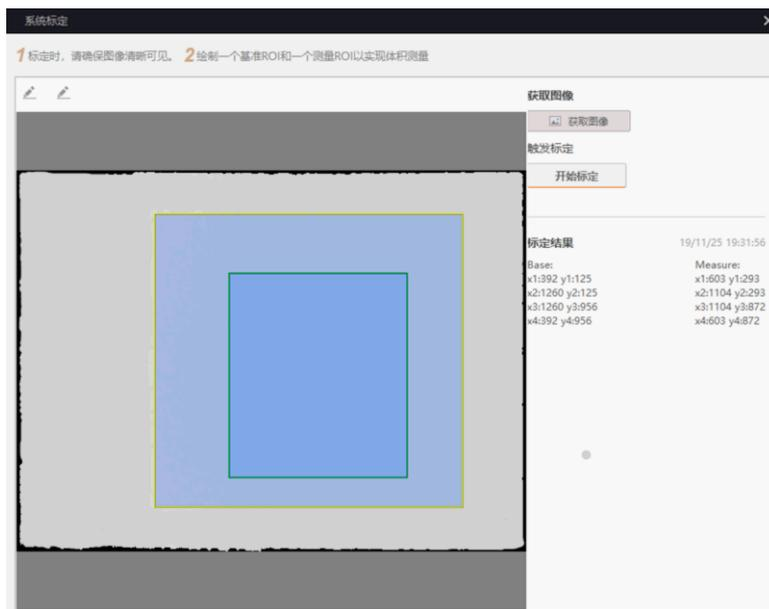

图2-9 获取图像
4. 点击窗口右上角的“获取图像”按钮，通过图像区域左上角的，用 ROI 工具在获取到的图像上绘制基准 ROI 和测量 ROI，如图 2-9 所示。